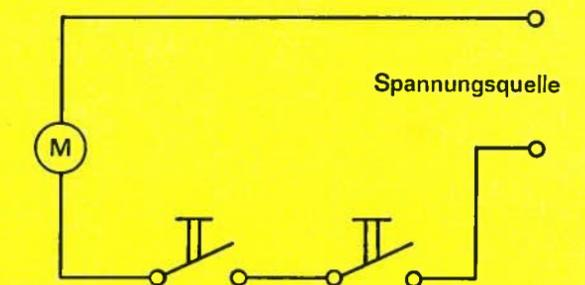

Bild 25
- 4.2. Montiere nach Bild 25 die Exzenterwelle (21) mit Riemenscheibe (29), Stellring, Exzenter Scheibe (14) und Exzenterstange (13)!